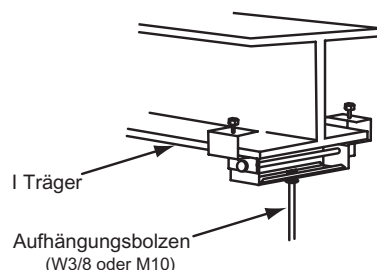

Abb. 3.4 Aufhängungsbolzen montieren
- (3) Überprüfen Sie, ob die Decke waagerecht steht, sonst kann die Drainage nicht fließen.
- (4) Verstärken Sie die Öffnungsteile der Zwischendecke
- (5) Befestigen Sie die Aufhängungsbolzen, wie in Abb.3.4 gezeigt